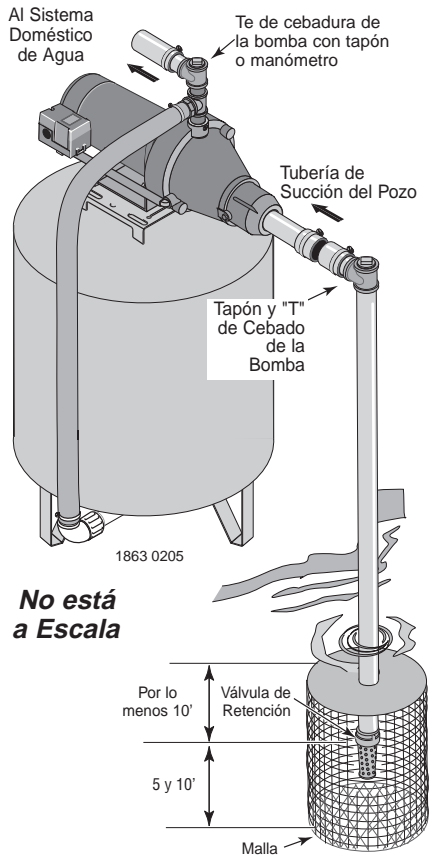

Figura 3: Instalación para agua superficial
INSTALACION PARA AGUA SUPERFICIAL (Figura 3)
- Paso 2. Instale una válvula de retención y la tubería de succión (vea la Figura 3). Asegúrese de que la válvula de retención funcione libremente. Utilice cinta de teflón o un compuesto a base de teflón especial para juntas de tuberías den las juntas roscadas de la tubería. Proteja la conexión de la válvula de retención de peces, basura, etc., con la instalación de una malla de alambre a su alrededor (Vea la Figura 3).
- Paso 4. Instale una "T" para cebar, tapón para cebar y la tubería de succión a la bomba (vea la Figura 3). Soporte la tubería para que no haya inclinaciones verticales o hundimientos en ella a fin de que no ejerza tensión sobre el cuerpo de la bomba y con el propósito de que no se incline ligeramente hacia arriba desde el pozo hacia la bomba (los puntos altos pueden ocasionar que se formen bolsas de aire que pueden bloquear la bomba). Selle las juntas de la tubería de succión con cinta de teflón o con un compuesto a base de teflón especial para juntas de tuberías. Las juntas deben ser a prueba de agua o estar herméticamente cerradas. *Si la tubería de succión pudiera succionar aire, la bomba no podrá sacar agua del pozo.*